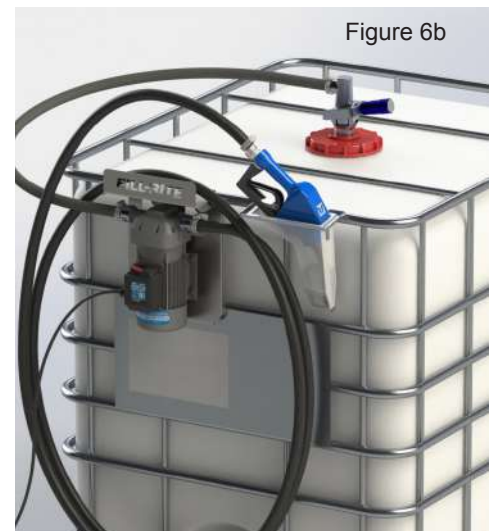

Figure 6b
8. Enrouler le flexible de refoulement autour du support de pompe derrière le rebord Fill-Rite. L'installation finale doit ressembler à l'illustration ci-dessous (Figure 6b) :